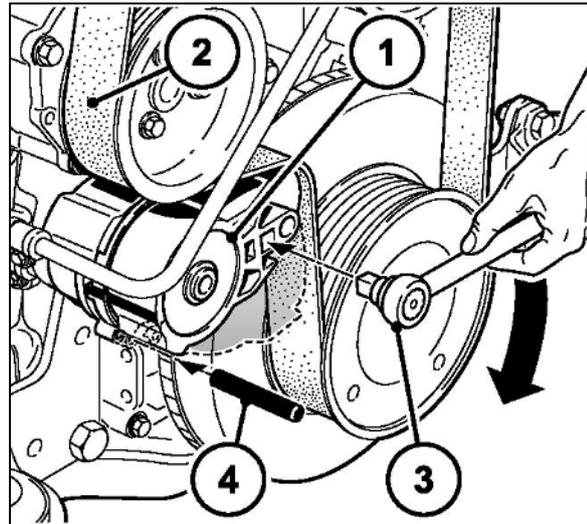

Fig. 150
1. Spannrolle (Fig. 150/1) mit Steckschlüssel (Fig. 150/3) in Pfeilrichtung drücken bis ein Haltestift  $\varnothing 6\text{mm}$  (Fig. 150/4) in der Montagebohrung fixiert werden kann.
Keilrippenriemen (Fig. 150/2) ist jetzt spannungsfrei.
2. Keilrippenriemen (Fig. 150/2) zuerst von der kleinsten Rolle bzw. von der Spannrolle abziehen.
4. Neuen Keilrippenriemen (Fig. 150/2) auflegen.
6. Keilrippenriemen mittels Spannrolle und Steckschlüssel (Fig. 150/3) neu spannen. Prüfen, ob der Keilrippenriemen richtig in seiner Führung aufliegt.